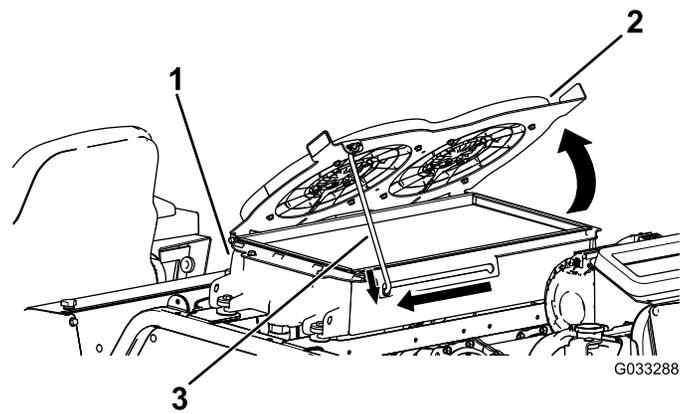

Bild 122
2. Drehen Sie die Hydraulikkühlventilatoren nach oben und arretieren Sie die Stützstange in der Kerbe (Bild 122).